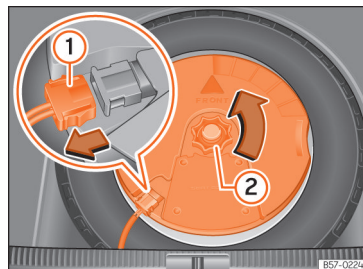

Fig. 199 Na bagageira: desmontar o subwoofer.
- Desligue o cabo do altifalante *subwoofer* »» **Fig. 199 ①.**
- Rode a rodinha de fixação no sentido contrário ao dos ponteiros do relógio »» **Fig. 199 ②.**